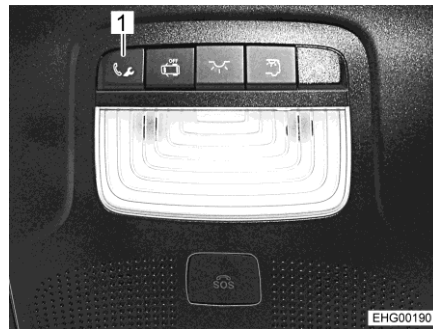

Bild 11 Taste für Pannenanruf
- Taste (Bild 11,1) für Pannenanruf drücken. Anruf beim Mercedes-Benz Kundencenter wird ausgelöst.